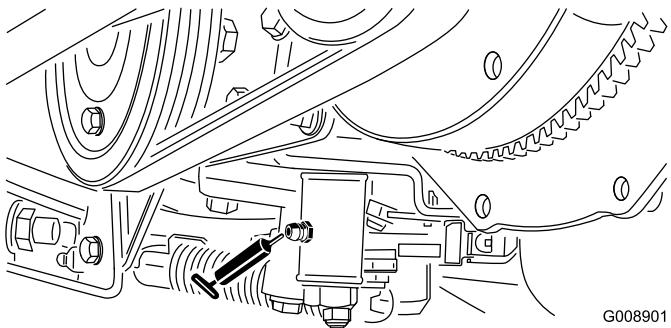

Figura 37
- Mecanismo de ajuste de punto muerto (Figura 37)